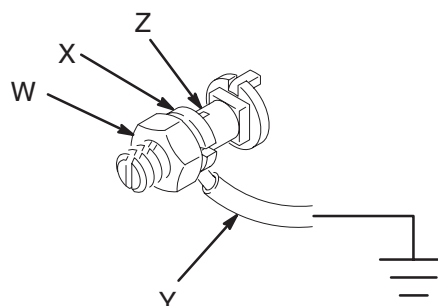

Fig. 1
1. *Pompes:* commander le fil et la pince de terre référence 237569. Voir la Fig. 1. Desserrer l'écrou (W) de la borne de terre et la rondelle (X). Introduire l'extrémité d'un fil de terre (Y) dans la fente de la borne (Z), puis serrer solidement l'écrou. Brancher l'autre extrémité du fil sur une véritable terre.